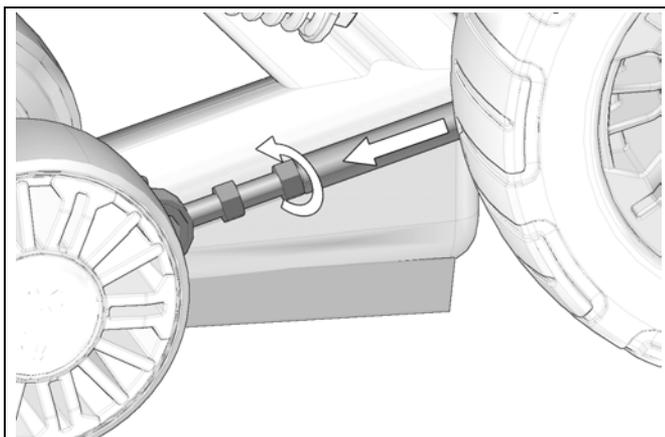

Abbildung 32
- Kettenspanner auf Minimum einstellen. Siehe Abbildung 32.